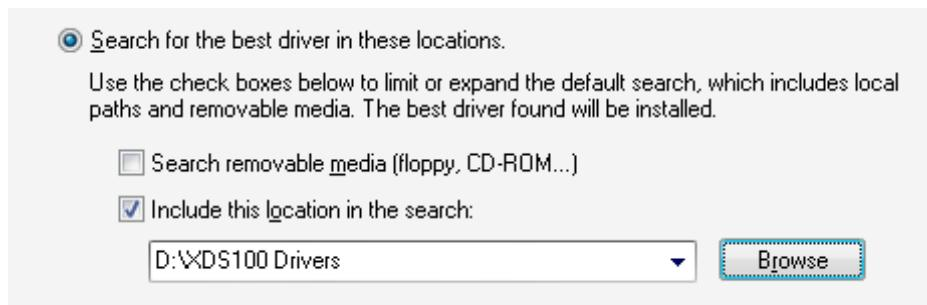

图 11. 搜索最佳驱动程序
- 选择“*Search for Best Driver*”(搜索最佳驱动程序) (请见图 11)。取消选中的搜索可拆除介质, 选中包含指定位置并浏览至目录 [USB Drive]:\XDS100 Drivers。